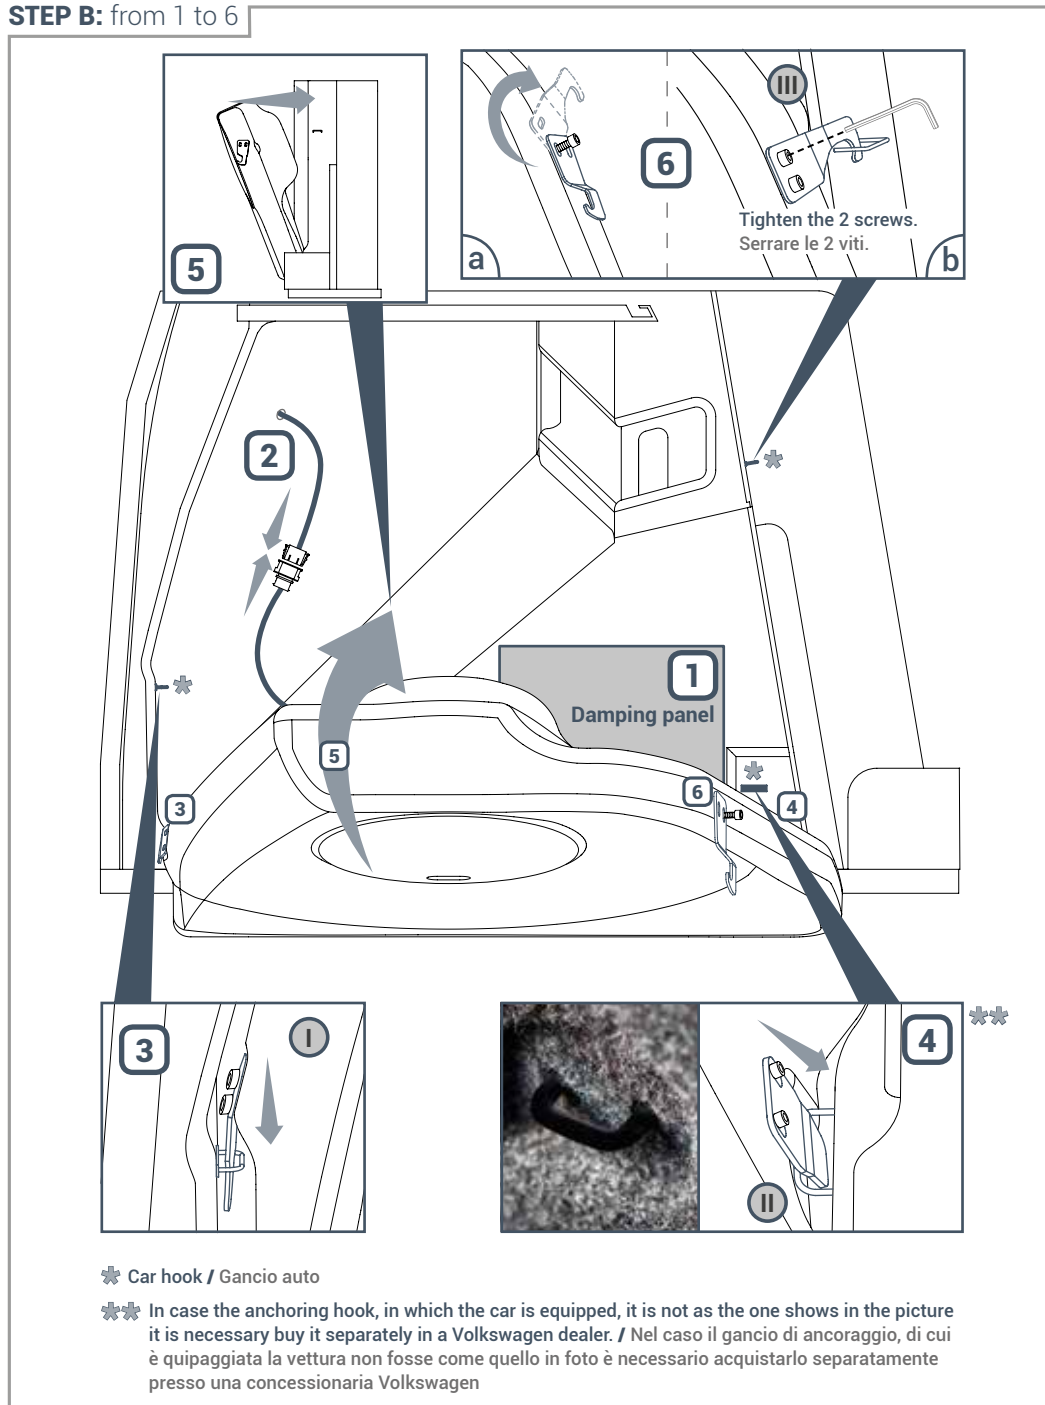

Fig. 22
- 9.2.1 Dopo aver posizionato il DAMPING PANEL (Fig. 22 punto 1), collegare il connettore (Fig. 22 punto 2) e inserire le staffe (I) e (II) del box nei ganci di ancoraggio del bagagliaio (Fig. 22 punti 3 e 4).
- 9.2.2 Portare il box in posizione verticale (Fig. 22 punto 5), ruotare la staffa (III) e inserirla nel gancio di ancoraggio dello schienale; successivamente montare anche la seconda vite; infine serrarle entrambe affinché l'APBX G6 sia ben saldo (Fig. 22 punto 6 A/B).